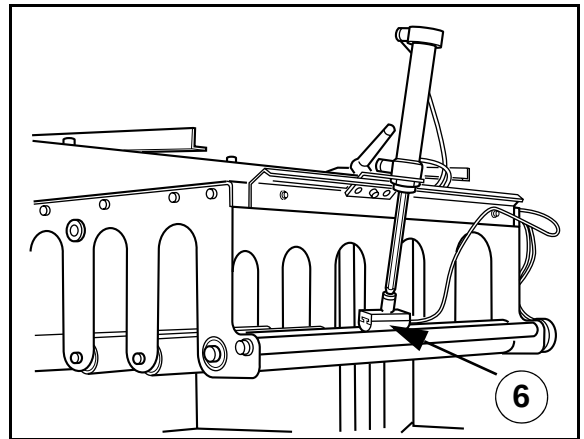

Abb. 27 Einstellung des Funkenzählers
- 6 Stellen Sie die Elektrode des Funkenzählers so ein, dass der Abstand zwischen Elektrode und Schaft ca. 2 mm beträgt. Siehe auch Abb. 27.